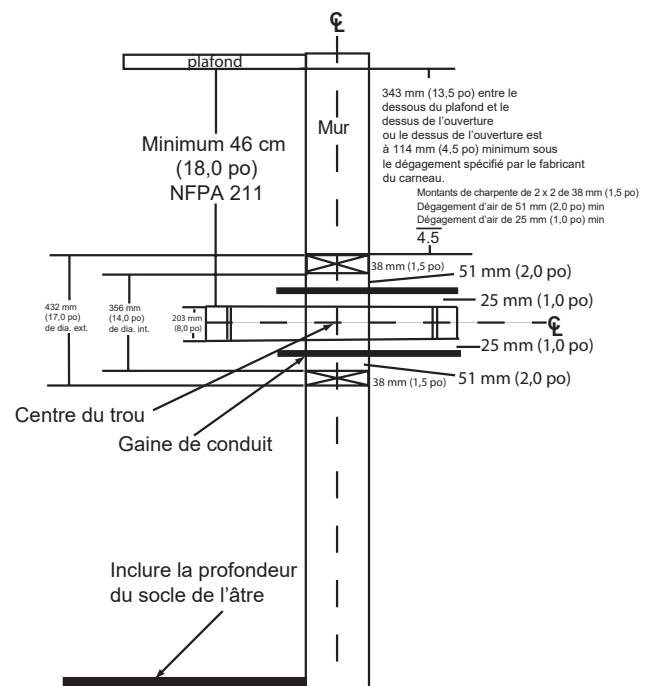

Figure 14.2
- L'ouverture en haut du mur doit être à au moins 343 mm (13 1/2 po) du plafond ou à 114 mm (4 1/2 po) au-dessus du dégagement minimum spécifié par le fabricant du carneau. Le dégagement vertical minimum selon NFPA 211 est de 457 mm (18 po) depuis le carneau et le plafond ou égal à la valeur minimale recommandée par le fabricant du carneau (**Figure 14.2**).
1. Pratiquez une ouverture dans le mur intérieur à la hauteur prévue pour l'entrée du carneau dans la cheminée en maçonnerie (**Figure 14.2**).
3. Construisez un cadre de 432 x 432 mm (17 x 17 po) (dimensions extérieures) pour l'ouverture du mur en utilisant du bois de charpente de 51 x 51 mm (2 x 2 po). L'intérieur de ce cadre doit avoir une ouverture de 356 x 356 mm (14 x 14 po) minimum (**Figure 14.2**).